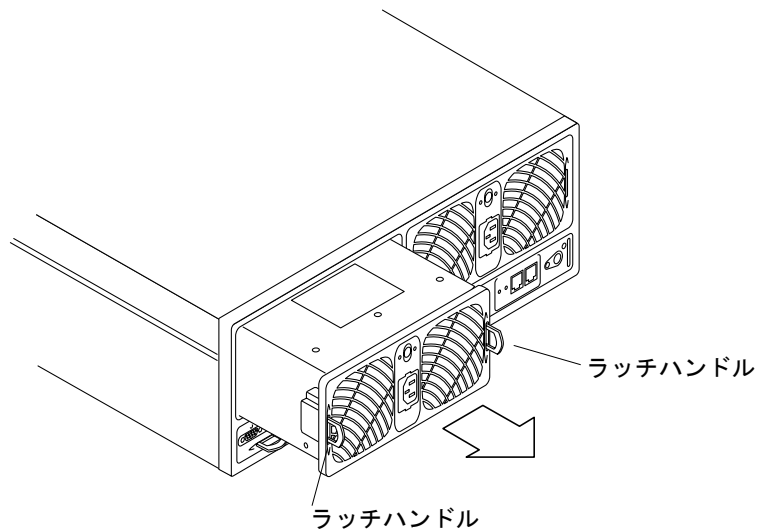

図 14-6 電源・冷却装置の取り外し
4. 硬貨または小さなねじ回しで 2 つのラッチハンドルを押し込んで外し、電源・冷却装置のロックを解除します (図 14-6)。